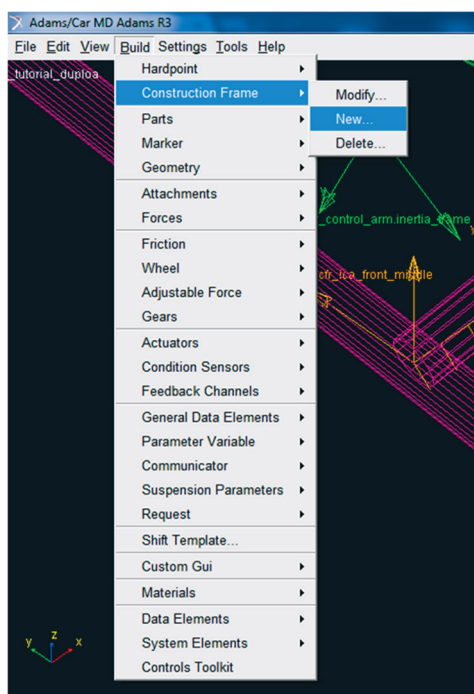

Figura 5.30 – Janela para criação do *Construction Frame* para fixação do amortecedor.
- Acesse o menu *Build Construction Frame* → *New* (Figura 5.30).